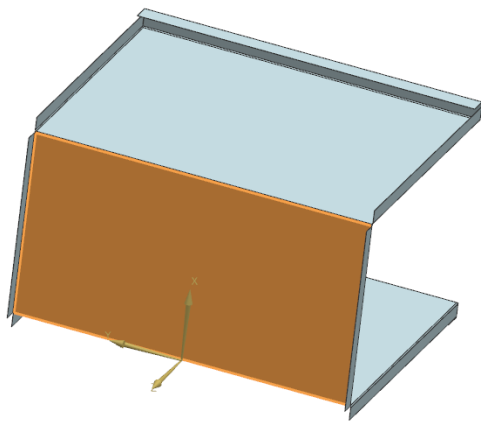

图 11-205 选择草图工作平面
(2) 在“凹坑”对话框中，单击“绘制截面”按钮 ，打开“创建草图”对话框。在视图区选择如图 11-205 所示的平面为草图工作平面。